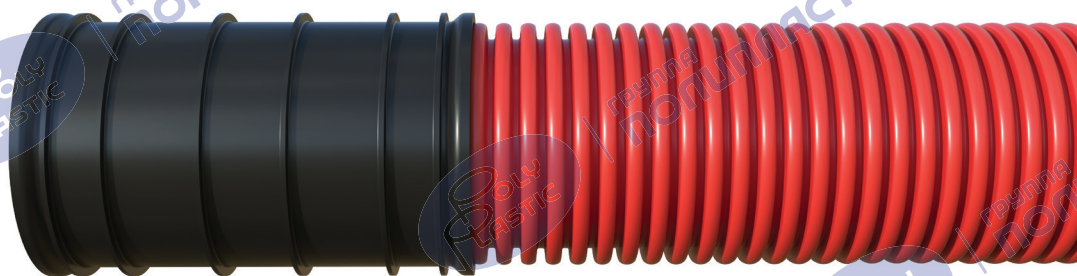

Рисунок 17 – Ввод трубы в раструб муфты на защелках
- вставить конец трубы в раструб муфты до центрального ограничителя (рисунок 17);